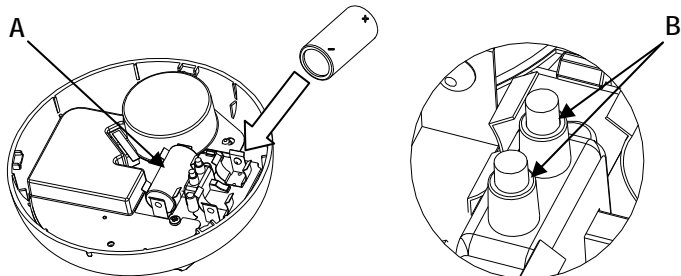

Fig. 1
- 1) Ouvrez le détecteur en tournant la calotte dans le sens anti-horaire et introduire la pile (exclusivement lors de l'acquisition) en respectant les polarités (fig. 1). Pour acquérir et configurer le détecteur, consultez le manuel d'installation du système WL31.
L'introduction correcte des piles doit être réalisé comme suit : appuyer en même temps sur les boutons (Fig. 1-B) et introduire les piles dans le logement correspondant (Fig. 1-A), en faisant attention à leur polarité et en les pressant vers le bas, parallèlement au circuit imprimé. La programmation effectuée est maintenue même après le remplacement des piles.
- 1) Den Sensor durch Drehen des Deckels gegen den Uhrzeigersinn öffnen und die Batterie unter Beachtung der Polarität einlegen (Abb. 1) (**nur bei der Erfassungsphase**). Für die Erfassung und Konfiguration des Sensors siehe das Installationshandbuch für das System WL31.
Für Ersatz der Batterien öffnen Sie den Sensor, ersetzen die Batterien durch neue und entsorgen die verbrauchten in der vorgeschriebenen Weise. Die korrekte Einlage der Batterien erfolgt so: Gleichzeitig die Tasten (Abb. 1-B) drücken und die Batterien unter Beachtung der Polarität in die Aufnahme (Abb. 1-A) einlegen und parallel zur gedruckten Schaltung nach unten drücken. Die ausgeführte Programmierung bleibt auch nach Batteriewechsel bestehen. **ACHTUNG !!! EXPLOSIONSGEFAHR, WENN DIE BATTERIE MIT EINEM FALSCHEN BATTERIETYP AUSGEWECHSELT WIRD. Die leeren Lithiumbatterien sind Sonderabfälle mit Klassifizierungscode E.W.C. 160605, und ihre Entsorgung nach Ablauf der Lebensdauer wird durch präzise Gesetzesvorschriften geregelt.**
- 1) Abrir el sensor girando la tapa en sentido antihorario e introducir la pila (**exclusivamente en el momento de la adquisición**) respetando las polaridades (fig. 1). Con respecto a la adquisición y la configuración del sensor, remitirse al Manual de Instalación del Sistema WL31.